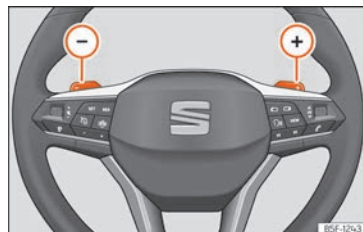

Abb. 163 Lenkrad: Hebel für Automatikgetriebe.
- Tippen Sie die Schaltwippe (+), um einen Gang hochzuschalten »» **Abb. 163.**